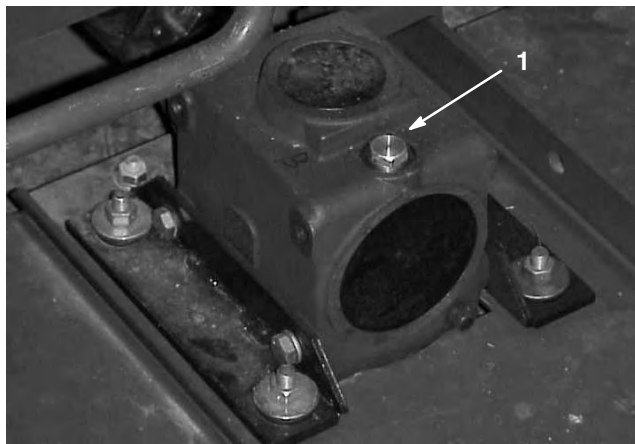

Figure 25
2. Placez la machine et le plateau de coupe sur une surface plane et horizontale, puis abaissez le plateau de coupe. Retirez le bouchon de remplissage/jauge en haut du boîtier d'engrenages (Fig. 25) et vérifiez si le niveau de liquide se situe entre les repères sur la jauge. Si le niveau de lubrifiant est bas, versez du lubrifiant SAE 80-90 jusqu'à ce que le niveau se situe entre les repères.